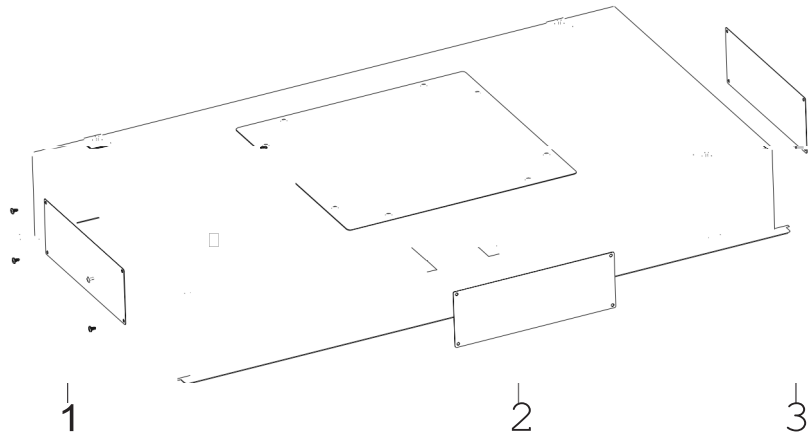

Fig. 32
7. ➔ Det finns 3 rektangulära utsug på takventilatorn (Fig. 32/1,2,3).